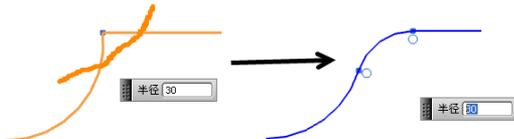

图 3-20 使用蜡笔工具
(3) 按住并拖动鼠标左键，使用蜡笔工具跨过两条曲线，圆角在释放鼠标左键后产生，与第一条曲线的交点决定圆角的尺寸，如图 3-20 所示。